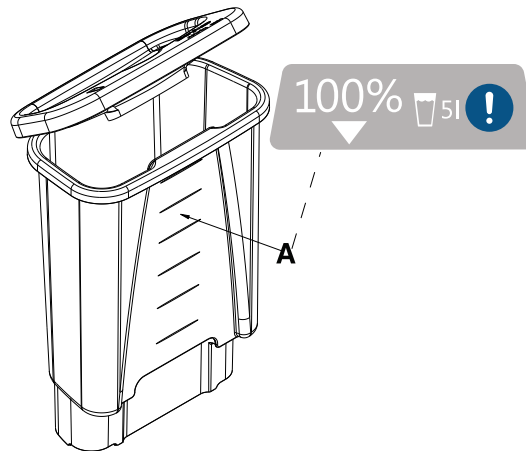

Abbildung 3-16: Fülllinien des Behälters
- Den Behälter mit fünf Litern sterilem destilliertem Wasser befüllen. Den Behälter nicht über die obere Fülllinie hinaus befüllen, um ein Überfließen des Wassers zu vermeiden (Abbildung 3-16 auf Seite 3-31).